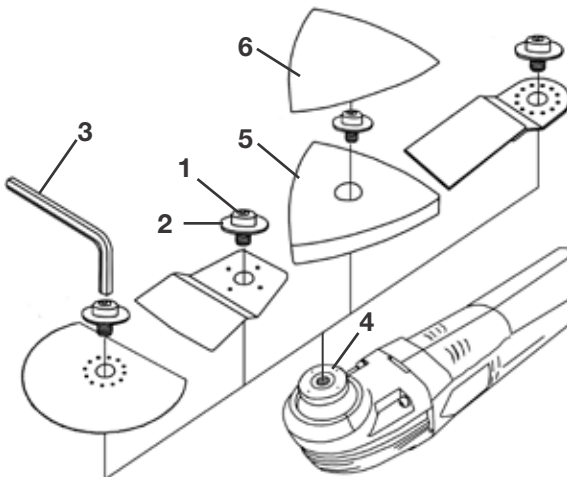

FIG 3
Instalación o retirada del accesorios (FIG 3)
1. Con la llave Allen suministrada, afloje y quite de la brida del eje el tornillo (1) y la arandela (2).
2. Coloque el accesorio sobre la brida (4) del eje. La brida del eje en esta herramienta tiene 4 espigas. Las cuatro espigas deben quedar insertadas en los correspondientes agujeros del accesorio y el mismo debe quedar apoyado a ras contra la brida.
3. Vuelva a colocar el tornillo (1) y la arandela (2). Verifique que el lado cóncavo de la arandela (2) esté orientado hacia el accesorio. Ajuste bien el tornillo con la llave Allen (3) suministrada. Véase la FIG. 3
1. Con la llave Allen suministrada, afloje y quite de la brida del eje el tornillo (1) y la arandela (2),
2. Coloque la base para lijar (5) contra la brida (4) del eje, con una punta directamente hacia adelante. Verifique que queden insertadas las cuatro espigas en la base para lijar y que la misma quede apoyada a ras contra la brida. Véase la FIG. 3.
4. Coloque el papel de lija (6) en posición y presiónelo con la mano sobre la base para lijar. Dé vuelta la herramienta y presione firmemente el papel de lija contra una superficie plana para que quede bien afirmado sobre la superficie de fijación. Véase la FIG. 3.